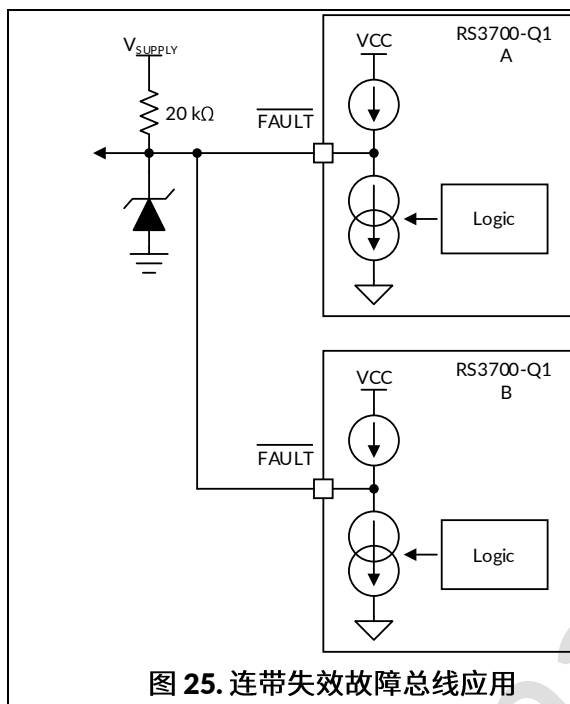

图 25. 连带失效故障总线应用
基于此特性，通过并联多个 RS3700-Q1 器件的 $\overline{\text{FAULT}}$ 引脚，可构建如图 25 所示的故障总线机制，实现连带失效功能。当下级 RS3700-Q1 (B) 检测到 LED 故障并拉低 $\overline{\text{FAULT}}$ 引脚时，因引脚互连，上级 RS3700-Q1(A) 将同步检测到低电平信号，随即关闭其输出电流。若如图 36 所示，将各器件的 $\overline{\text{FAULT}}$ 引脚均连接至外部 PNP 晶体管基极，则禁用连带失效功能，仅故障通道器件被关闭。